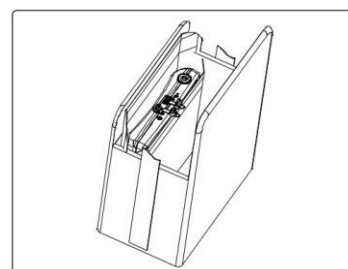

Figure 36. Placez l'appareil dans le sac de transport/stockage
3. Après avoir séché la console WoundEL®, rangez-la dans le sac de transport / stockage WoundEL® séparément des autres composants WoundEL® jusqu'à la prochaine utilisation, voir Figure 36.